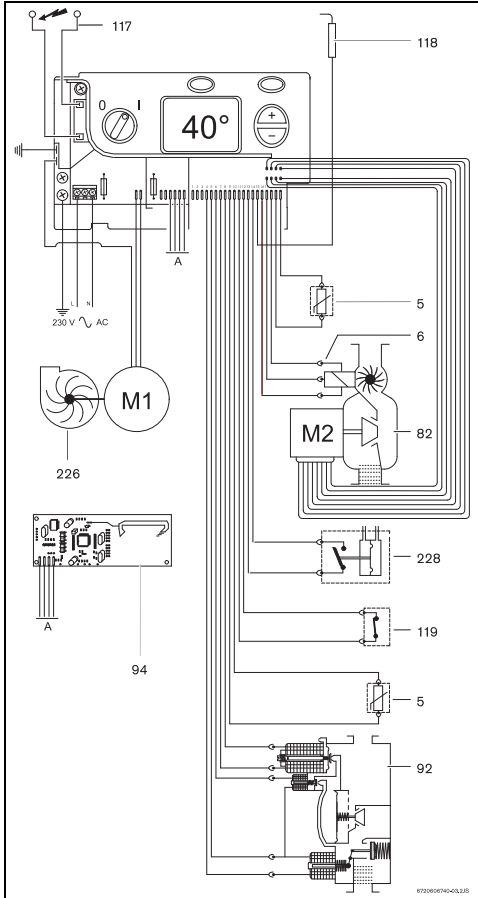

Fig. 2 Esquema eléctrico
Sempre que se abrir uma torneira de água quente, o sensor de caudal de água (Fig 2, [6]) envia um sinal à unidade de comando. Este sinal provoca o seguinte:
- Simultaneamente, dá-se a produção de faíscas e a válvula de gás (Fig 2, [92]) abre.
- O eléctrodo de ionização (Fig. 2, [118]) supervisiona o estado da chama.